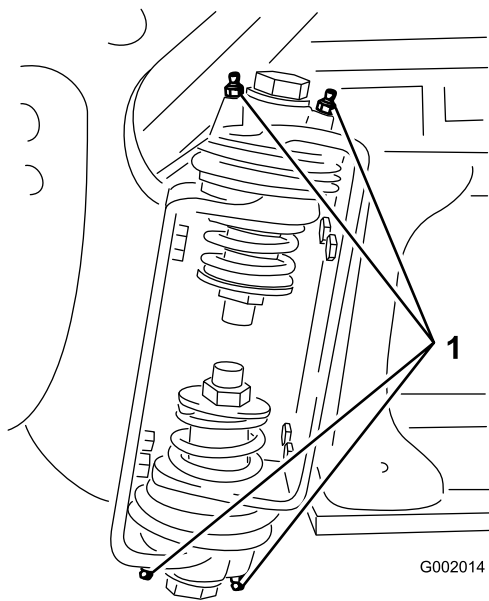

图 69
2. 将润滑脂通过黄油嘴打入到各个轴承或轴套中(图 69)。